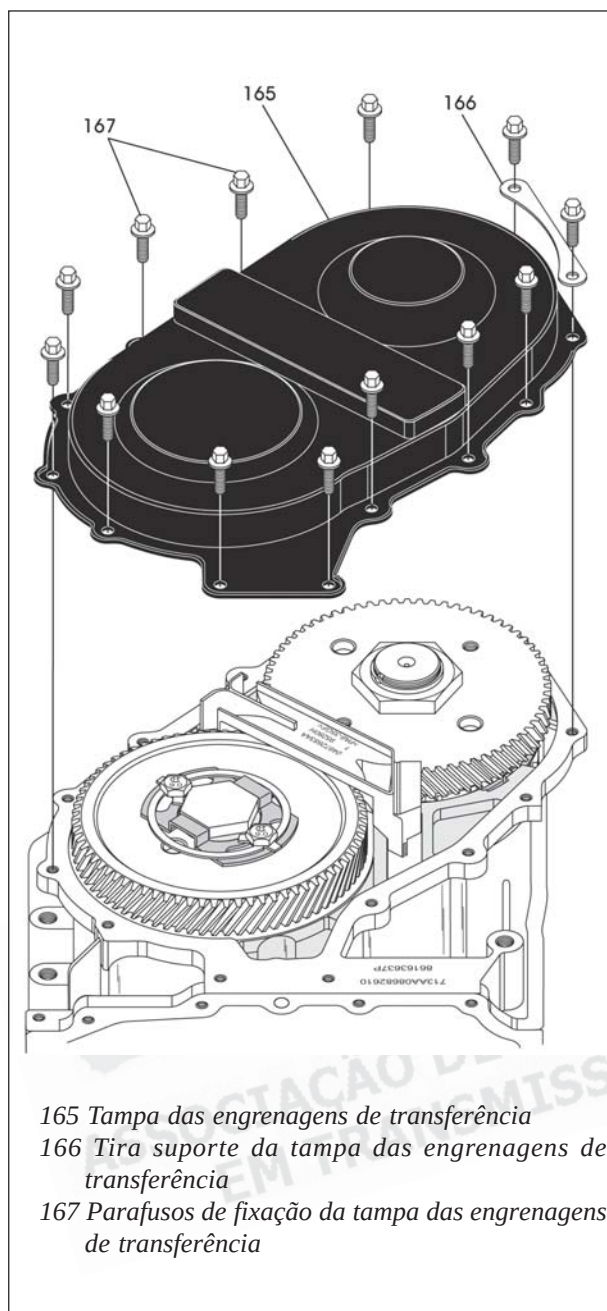

Figura 71
59. Remova os 13 parafusos de fixação da tampa das engrenagens de transferência, conforme mostrado na figura 71.
60. Remova a tampa das engrenagens de transferência e tira de suporte, segundo a mesma figura 71.